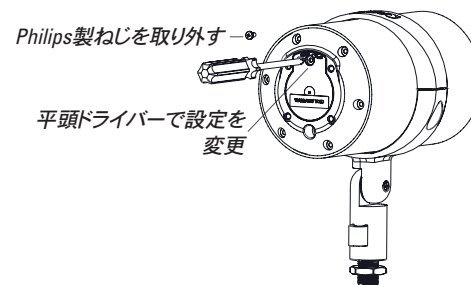

図19
3. L41XCスピーカーは60Wに設定されたトランスに電気を送ります。「バイパス」するためには**セットする必要があります**。図19に示されているように、Philips製保護用ねじを取り外すため、Philips製ヘッドドライバーを使用します。